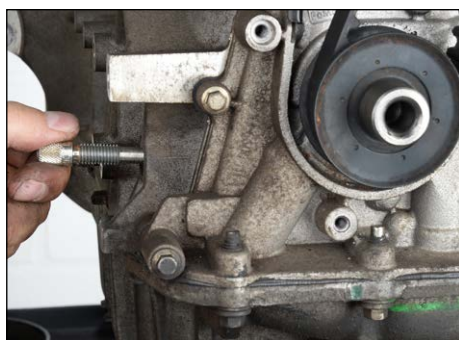

fig. 3
2. Desfaceți șurubul de închidere din partea stângă de deasupra băii de ulei și plasați unealta de blocare pentru arborele cotit OE (303-748), trusa de unelte Tool Box V04/16, (fig. 3, 4 și 5). Rotiți arborele cotit ușor contra unelei de blocare.